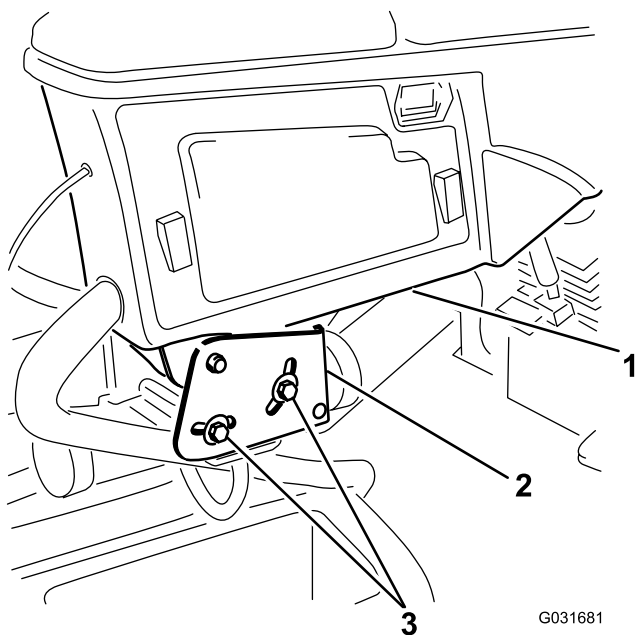

図2
1. コントロールアームをリテーナブラケットに固定している2本のボルトをゆるめる 図2。